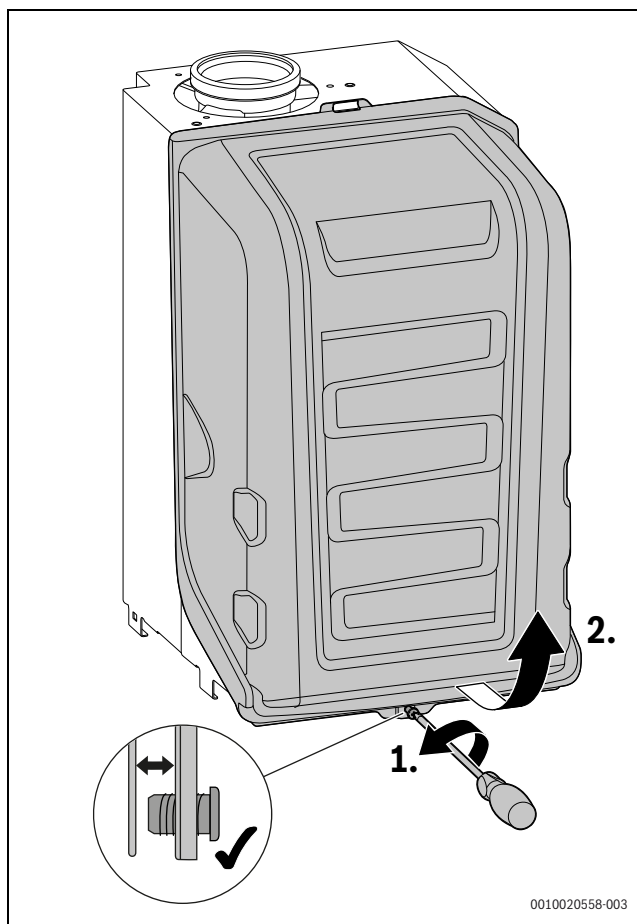

Рис. 99 Демонтаж кожуха горелки
- ▶ Снимите кожух горелки (→рис. 99, стр. 56).